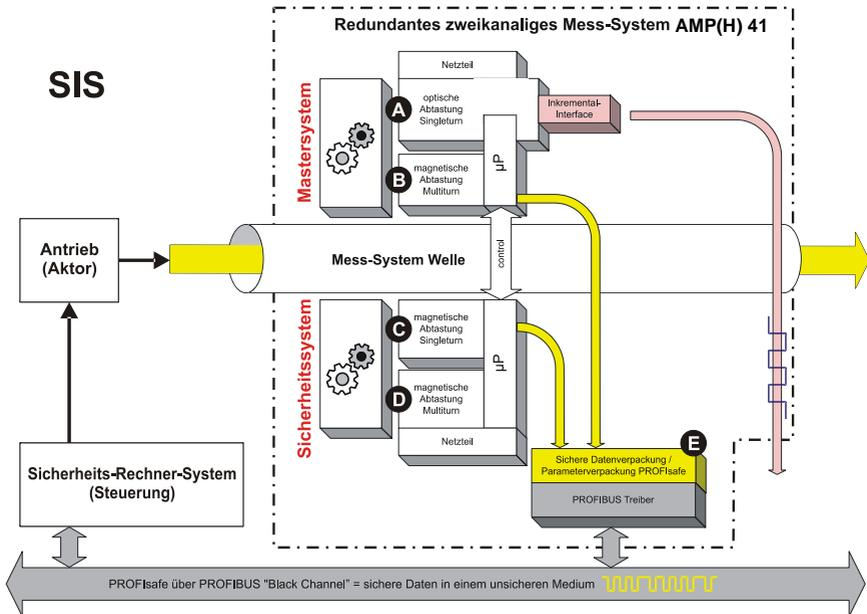

Abbildung 1: System-Schema
- das Mess-System intern die von den beiden Kanälen erfassten Positionen zweikanalig vergleicht, ebenfalls zweikanalig die Geschwindigkeit ermittelt und die sicheren Daten im PROFIsafe-Protokoll an den PROFIBUS übergibt, **siehe „Black Channel“ in Abbildung 1: System-Schema auf Seite 11.**